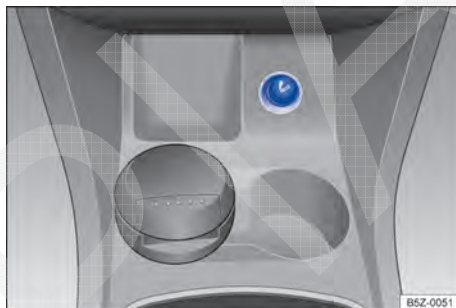

Fig. 89 No console central dianteiro: acendedor de cigarro.
- Com a ignição ligada, pressionar o acendedor de cigarro → Fig. 89.